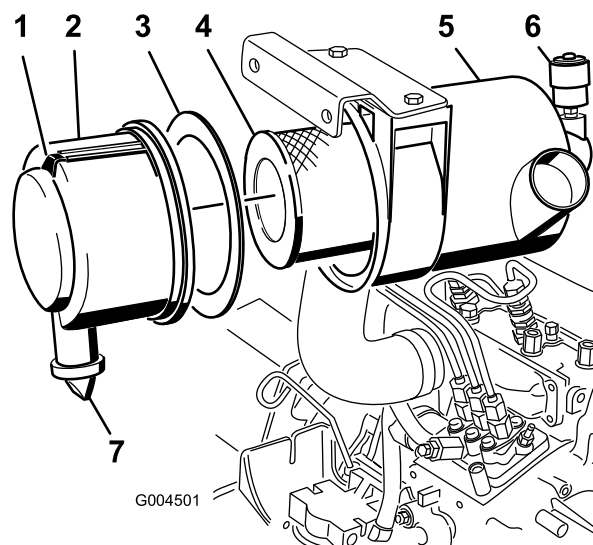

Bild 39
2. Warten Sie den Luftfilter, wenn die Luftfilteranzeige rot anzeigt (Bild 39) oder nach jeweils 400 Betriebsstufen (häufiger in sehr staubigen oder schmutzigen Bedingungen). Warten Sie den Luftfilter nicht zu häufig.
1. Ziehen Sie den Riegel nach außen und drehen Sie die Luftfilterabdeckung nach links (Bild 39).
2. Entfernen Sie die Abdeckung vom Luftfiltergehäuse (Bild 39).
4. Entfernen und wechseln Sie den Hauptfilter aus (Bild 39).
6. Stellen Sie sicher, dass die Schaumdichtung in der Abdeckung liegt und nicht gerissen oder beschädigt ist (Bild 39).
- A. Nehmen Sie das Gummiauslassventil von der Abdeckung ab (Bild 39).
10. Stellen Sie die Anzeige (Bild 39) zurück, wenn sie auf Rot steht.